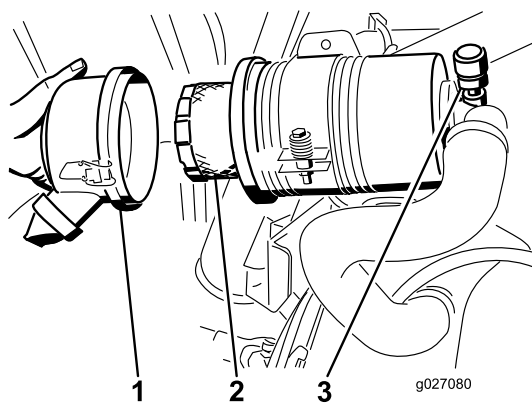

Figura 56
4. Retire e substitua o filtro (Figura 56).